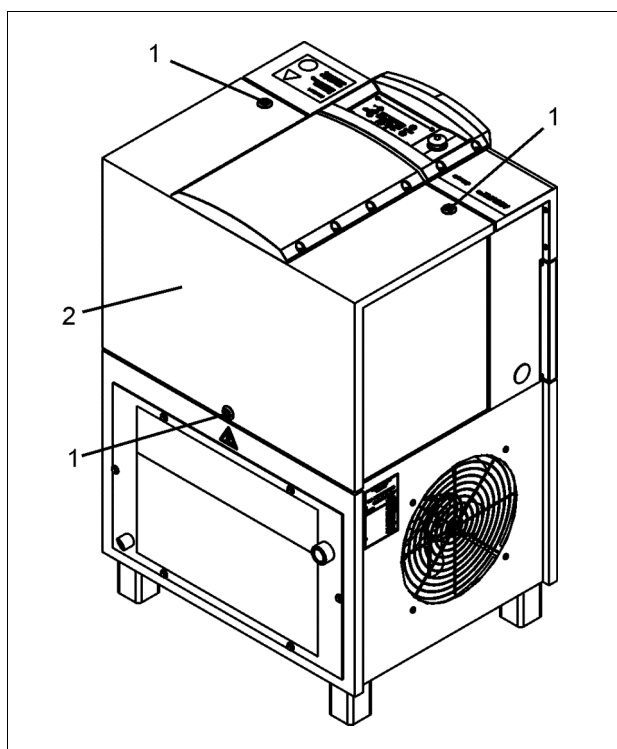

Рис. 5
Открытие / закрытие кожуха (Рис. 5)
- Отверните винтовую стяжку (- 1 - Рис. 5)
- Снимите кожух (- 2 - Рис. 5) и отложите его в безопасное место